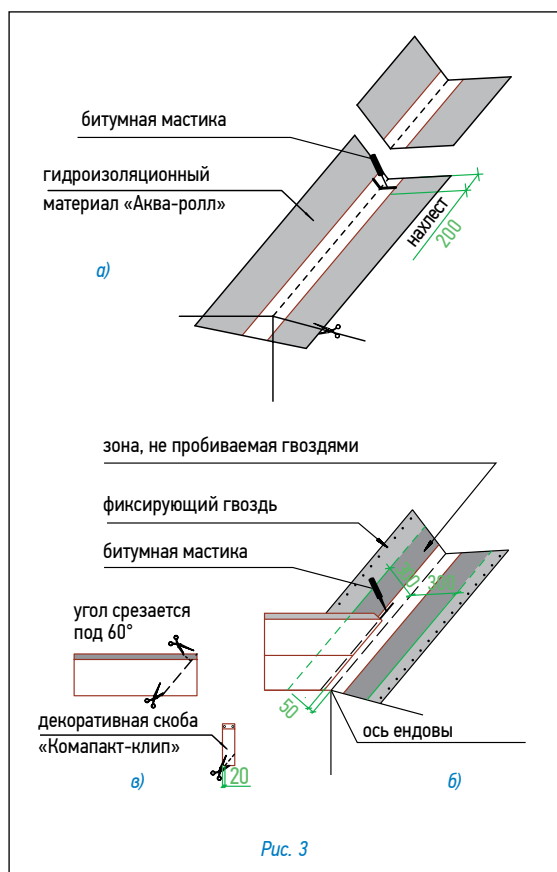

Рис. 3
Ендова (рис. 3)
- ровно по центру ендовы расстилается специальный рулонный материал «Аква-ролл», фиксируется в верхней части двумя гвоздями и обрезается в нижней части по линии карниза (рис. 3а);
2. «Аква-ролл» укладывается с нахлестом 20 см, место нахлеста тщательно обрабатывается битумной мастикой (рис. 3а).
- непосредственно перед укладкой в ендову черепицы, защитная пленка с лицевой стороны «Аква-ролл» снимается и на самоклеящуюся поверхность укладываются листы черепицы, обрезанные в соответствии с заранее отбитыми линиями (рис. 3б).
Внимание: 1. Необходимо также подрезать верхний уголок обрезанного края листа (см. рис. 3в) для правильного стока воды.
2. Крепление обрезанного листа к медной фартуке «Аква-ролл» осуществляется при помощи сплошной полосы битумной мастики (рис. 3б).
4. В случае, если скоба «Компакт-клип» приходится на место обреза листа, можно либо обрезать накладку, оставив минимум 2 см в нижней части (рис. 3в), либо произвести укладку листов без использования накладки.